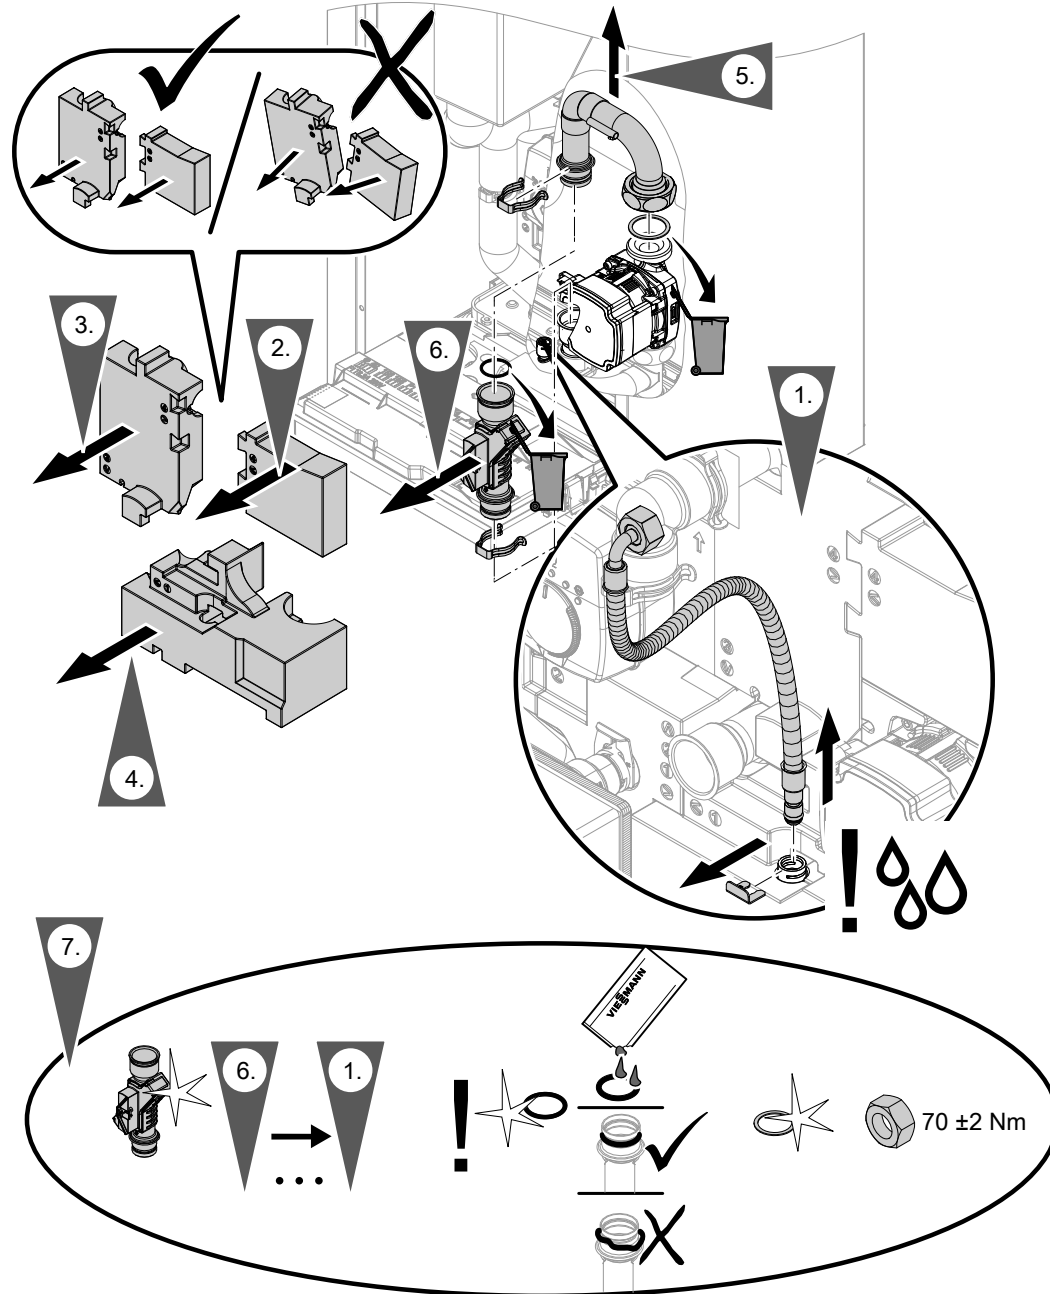

Abb. 94
- Anschlussleitung Volumenströmsensor (falls vorhanden): Siehe Abb. 94.